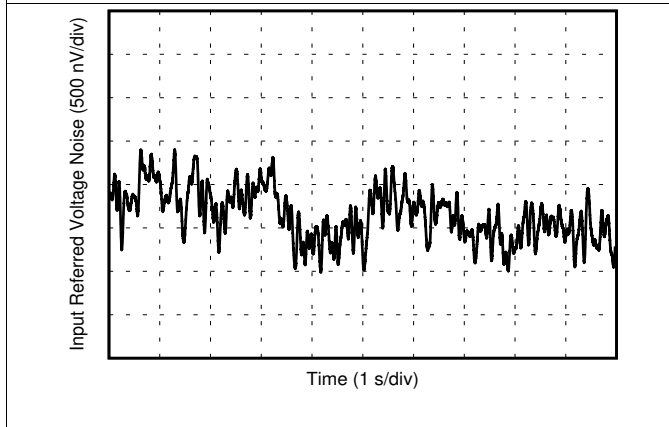

Fig. 9. 0.1-Hz to 10-Hz Noise
0.1-Hz to 10-Hz Noise	Figure 9